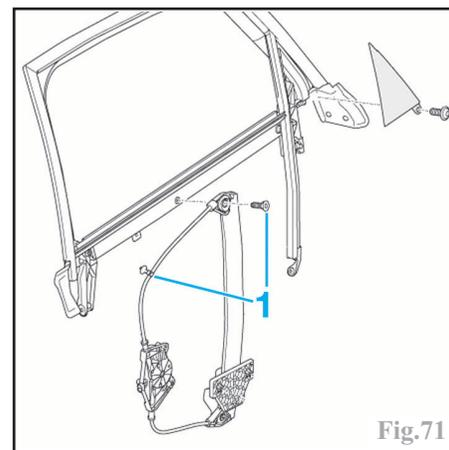

Fig.71
Déposer les fixations (1) (Fig.71).